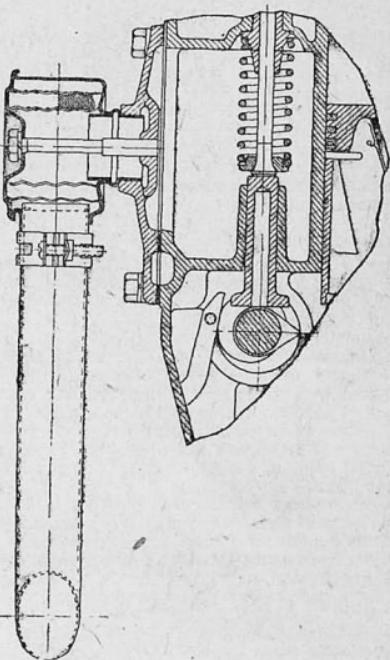

Рис. 2. Вентиляция картера двигателя «М»
1. Вентиляция картера. Вентиляция картера предназначена для уменьшения противодавления в картере и для охлаждения масла. Вентиляционная конструкция состоит из корпуса с фильтрующей сеткой, смонтированной на крышке клапанной камеры (рис. 2), и вертикальной трубы, нижний конец которой срезан под углом 45°.